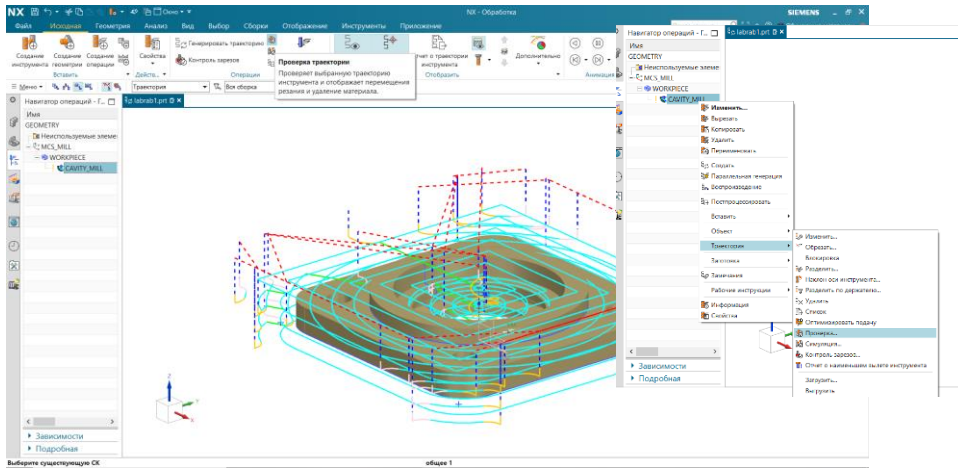

Рисунок 1.14 Діалогове вікно «Проверка траектории»
9) Виберіть операцію CAVITY\_MILL в навігаторі операцій і виконайте команду «Проверка траектории» (рис. 1.14).